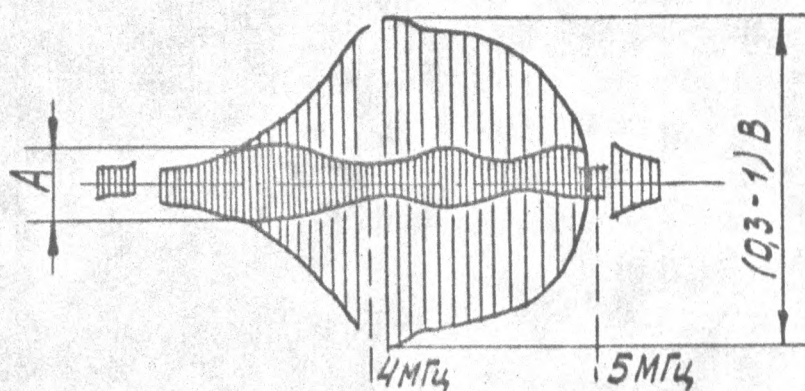

РИС.7.19
7.3.16.3. ПОДКЛЮЧИТЕ ОСЦИЛЛОГРАФ С9-1 К КОНТРОЛЬНОЙ ТОЧКЕ 2Х9 БВЗ АЗ И С ПОМОЩЬЮ РЕЗИСТОРА АЗ-2R56 УСТАНОВИТЕ МИНИМАЛЬНЫЙ УРОВЕНЬ СИГНАЛА А, КАК ПОКАЗАНО НА РИС.7.19.